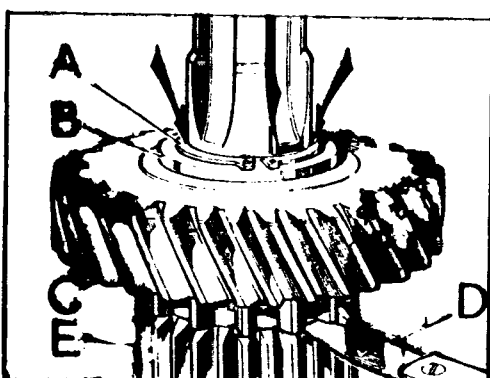

Fig. C-40 Comprobación del juego longitudinal del piñón de "Alta"
- 3.1. Montar el piñón de "Alta", C (Fig. C-40) sobre el eje de salida, E, y, a continuación, la arandela de empuje, B, y el arillo fiador, A.